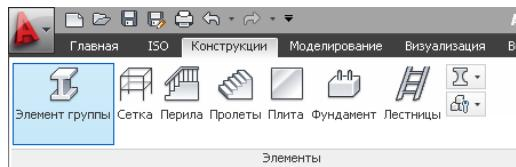

Рис. 46
- На ленте на вкладке **Конструкции** выберите команду **Элемент группы** (Рис. 46).